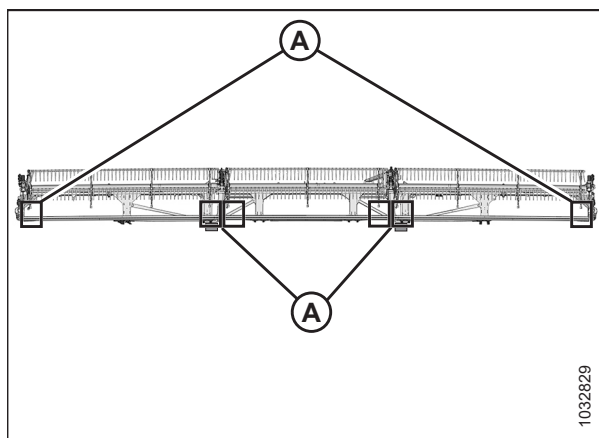

Figura 4.264: Punti di misurazione FlexDraper® – A tre aspi
- Testate a tre aspi: Figura 4.264, pagina 460